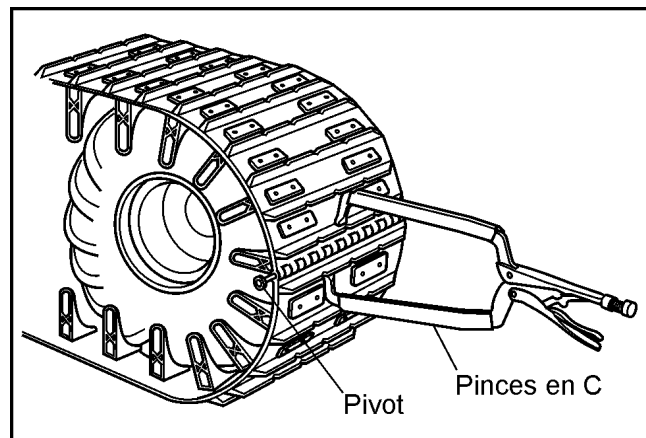

Figure 11-10.
9. Joindre les deux extrémités de la chenille et les retenir en position avec les pinces en C comme illustré à la Figure 11-10, de manière à aligner les trous du laçage de l'articulation.